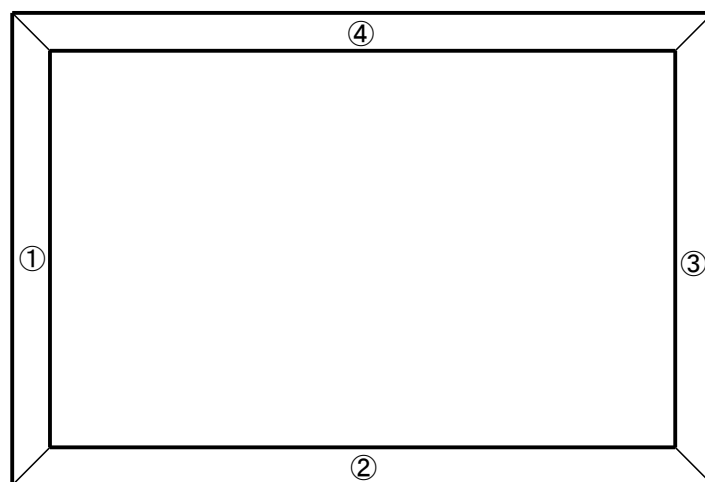
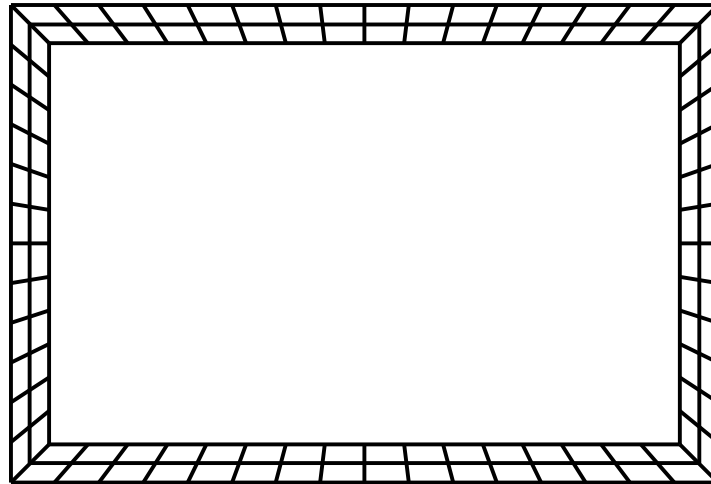

図3-3 薄肉の枠形状の断面例
図3-4 薄肉の枠形状断面の分割メッシュ例
図3-3に薄肉の枠形状の断面を示します。本断面全体を一括して自動メッシュ生成する場合、先ず薄肉の肉厚を2層以上に分けるため、メッシュ数が非常に多くなります。また、肉厚のメッシュ層数が各部で同一になるようにメッシュ数を調整することはかなり困難です。このような薄肉の枠形状の断面では、枠の辺毎に分割して部分毎に自動メッシュの方がよいです。図3-3のように①～④の4つの辺に分け、各部分毎に四辺メッシュにより自動メッシュを行ないます。そして、各部分を合成して断面全体とすると、図3-4のような断面メッシュが得られます。